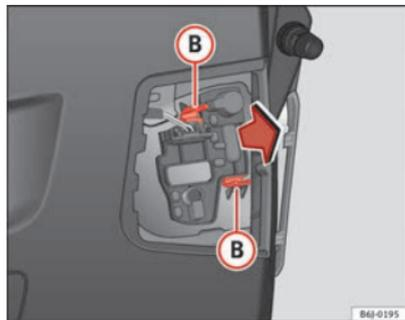

Fig. 172 Desmontaje del portalámparas
- Desmonte el portalámparas presionando los clips de sujeción **(B)** ⇒ fig. 172 y extráigalo hacia afuera.